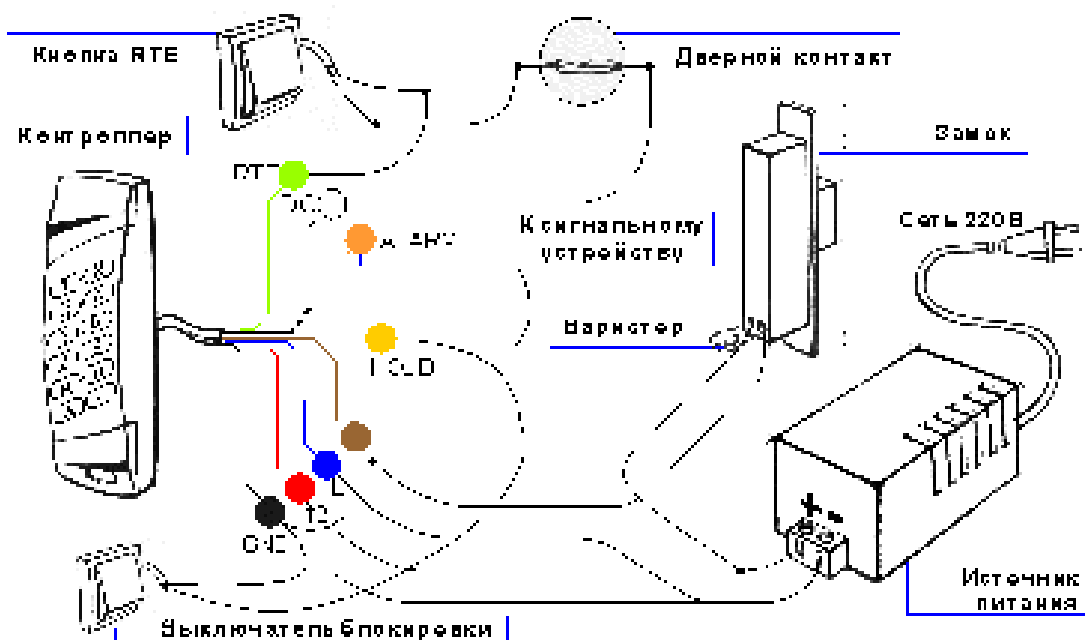

Рисунок 2. Подключение контроллера в заводской конфигурации.
- Электрозамок или электрозащелка, отпираемые напряжением. Подключаются в соответствии со схемой (рисунок 2).
- Сигнальное устройство. Подключается в соответствии со схемой (рисунок 2).
Для использования дополнительного охранного датчика, его необходимо подключить в соответствии со схемой, приведенной на рисунке 3. Если необходимо, на датчик следует подать питание от того же источника, от которого питается контроллер. Если питание датчика осуществляется от отдельного источника, то необходимо объединить земли (общий провод) обоих источников питания. Остальные элементы системы подключаются в соответствии с приведенными выше указаниями (рисунок 2).